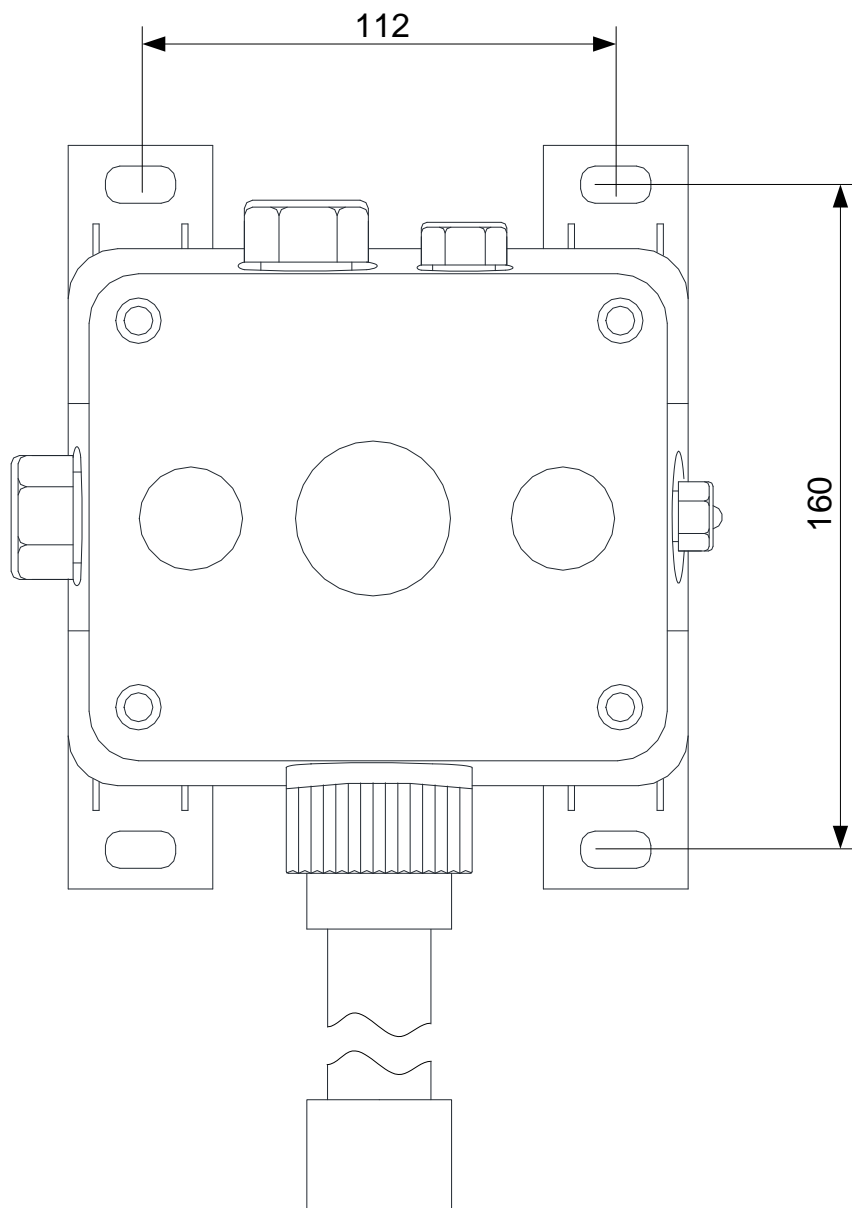

Рисунок 6.1 – Выносной Радиомодуль «ВРМ».
6.4 Монтаж Радиомодуля «ВРМ» осуществить на плоскую вертикальную поверхность или на металлоконструкцию при помощи четырех болтов М8 или распорных дюбелей (рис. 6.1) с соблюдением следующих требований: